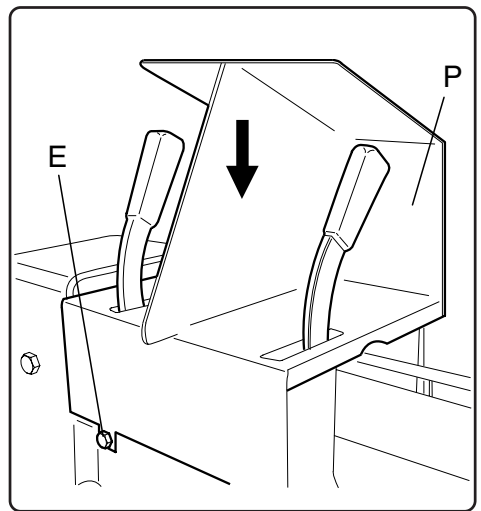

Fig. 5
Styrestængerne og deres beskyttelsesanordninger skal monteres som angivet i Fig. 5 og 6 på følgende måde:
- Stik beskyttelsen P ind, i pilens retning, på styrestængerne C og B, som er blevet monteret i forvejen, og gør beskyttelsesanordningen fast til chassiset ved hjælp af de fire pladeskruer, der er blevet afmonteret i forvejen, som vist i Fig. 5